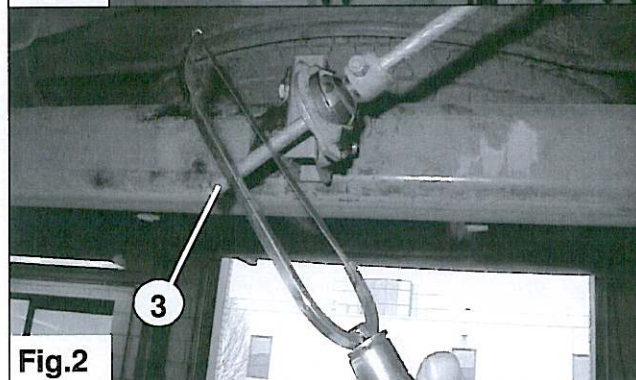

Fig.2
5. Sciez la partie saillante sous l'essieu de la tige du CFA 3. Voir fig. 2
5. Sierra la parte de la barra LAR 3 que sobra debajo del eje. Véase la fig. 2